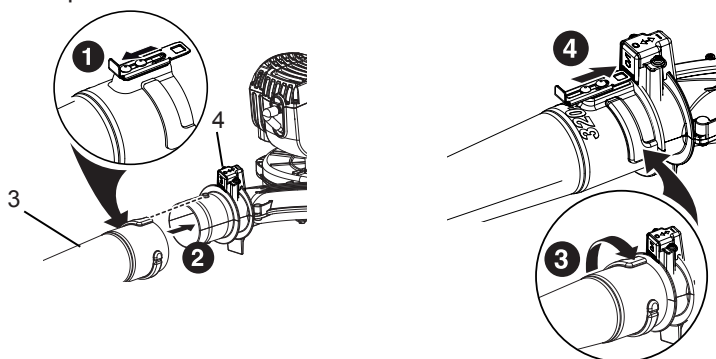

Fig. 1
1. Insérez le tube de soufflage 3 sur le carter du souffleur. [Fig. 1]